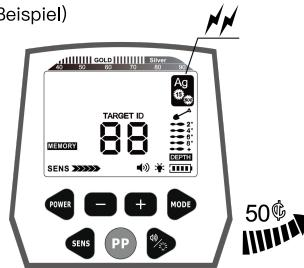

Abb.13
- d. Beim Durchlaufen der 50€-Silbermünze spricht der Detektor an und zeigt damit an, dass der Detektor die 50€-Silbermünze gespeichert hat. Auf die anderen fünf Proben reagiert der Detektor nicht. (siehe Abb.13, nehmen Sie die 50€-Silbermünze als Beispiel)